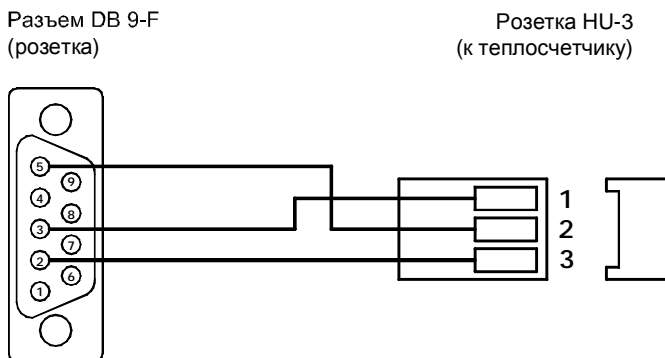

Рис. 7.7
7.6.4 Для прямого соединения теплосчетчик – ПК следует использовать кабель, изображенный на рис. 7.7.